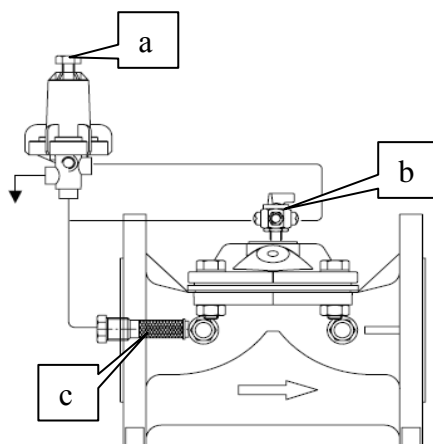

Рис.9.
- ✓ Открыть ручные краны «с» Рис.9.
Для открытия вручную поставьте ручку трехходового управляющего крана «b» (Рис.9) в положение "Open", для закрытия – в положение "Close".
- ✓ Проверьте и промойте контрольный фильтр у крана «с» (Рис.9). Это необходимо делать периодически в соответствии с качеством воды.
Недостаточное сжатие пружины пилотного клапана	С помощью регулировочного болта «а» Рис. 9 отрегулировать давление, как описано выше